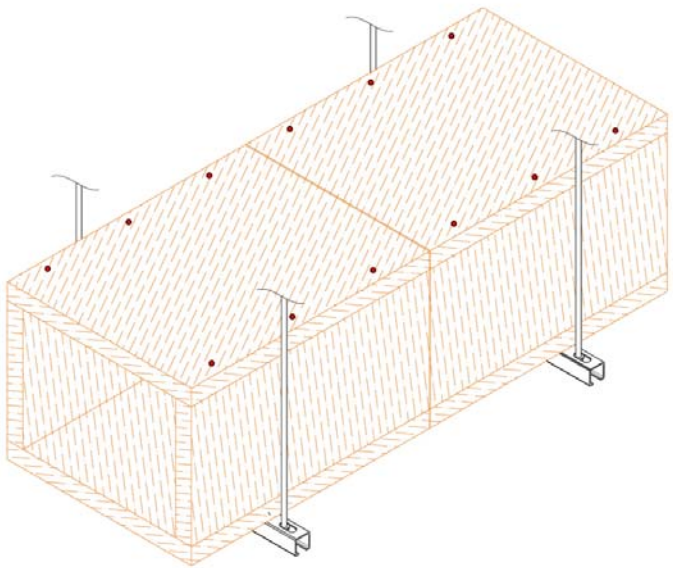

Рис. 4
- Далее крышка короба крепится к боковым стенкам. Шаг саморезов не более 150 ± 50 мм (рис. 4).